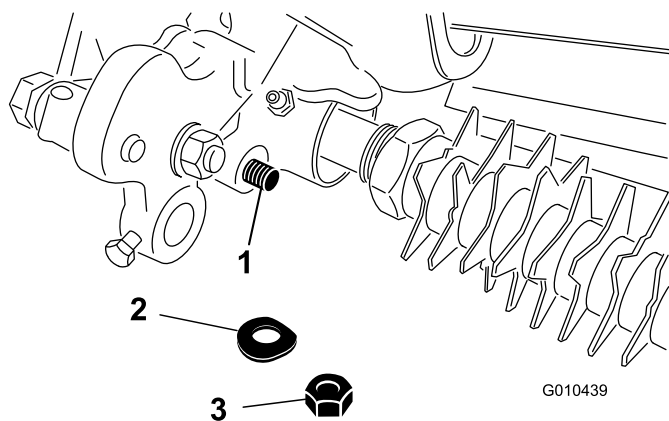

Figura 29
4. Rimuovete il dado di fissaggio e la rondella elastica che fissano l'estremità dell'asta del gruppo del braccio dell'altezza di taglio al gruppo di rotazione del groomer (Figura 29).